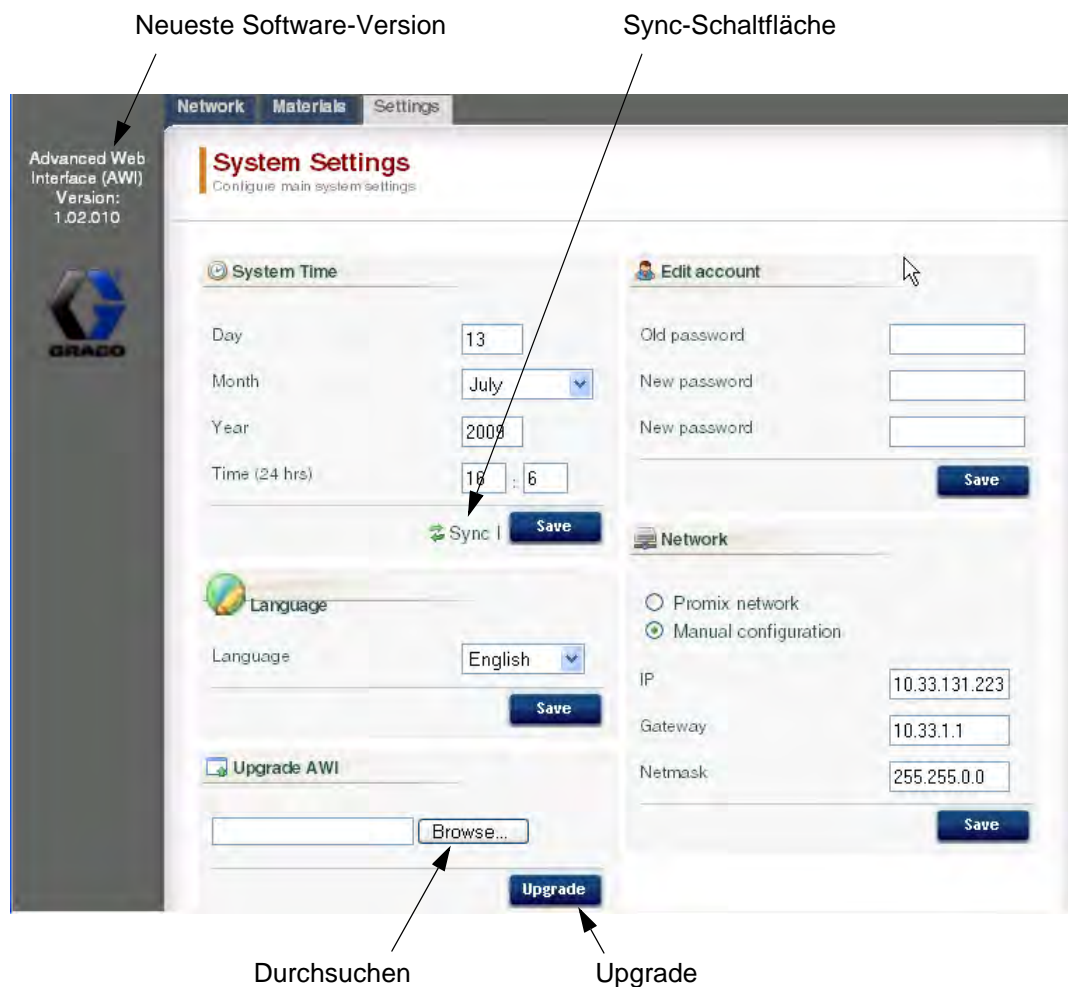
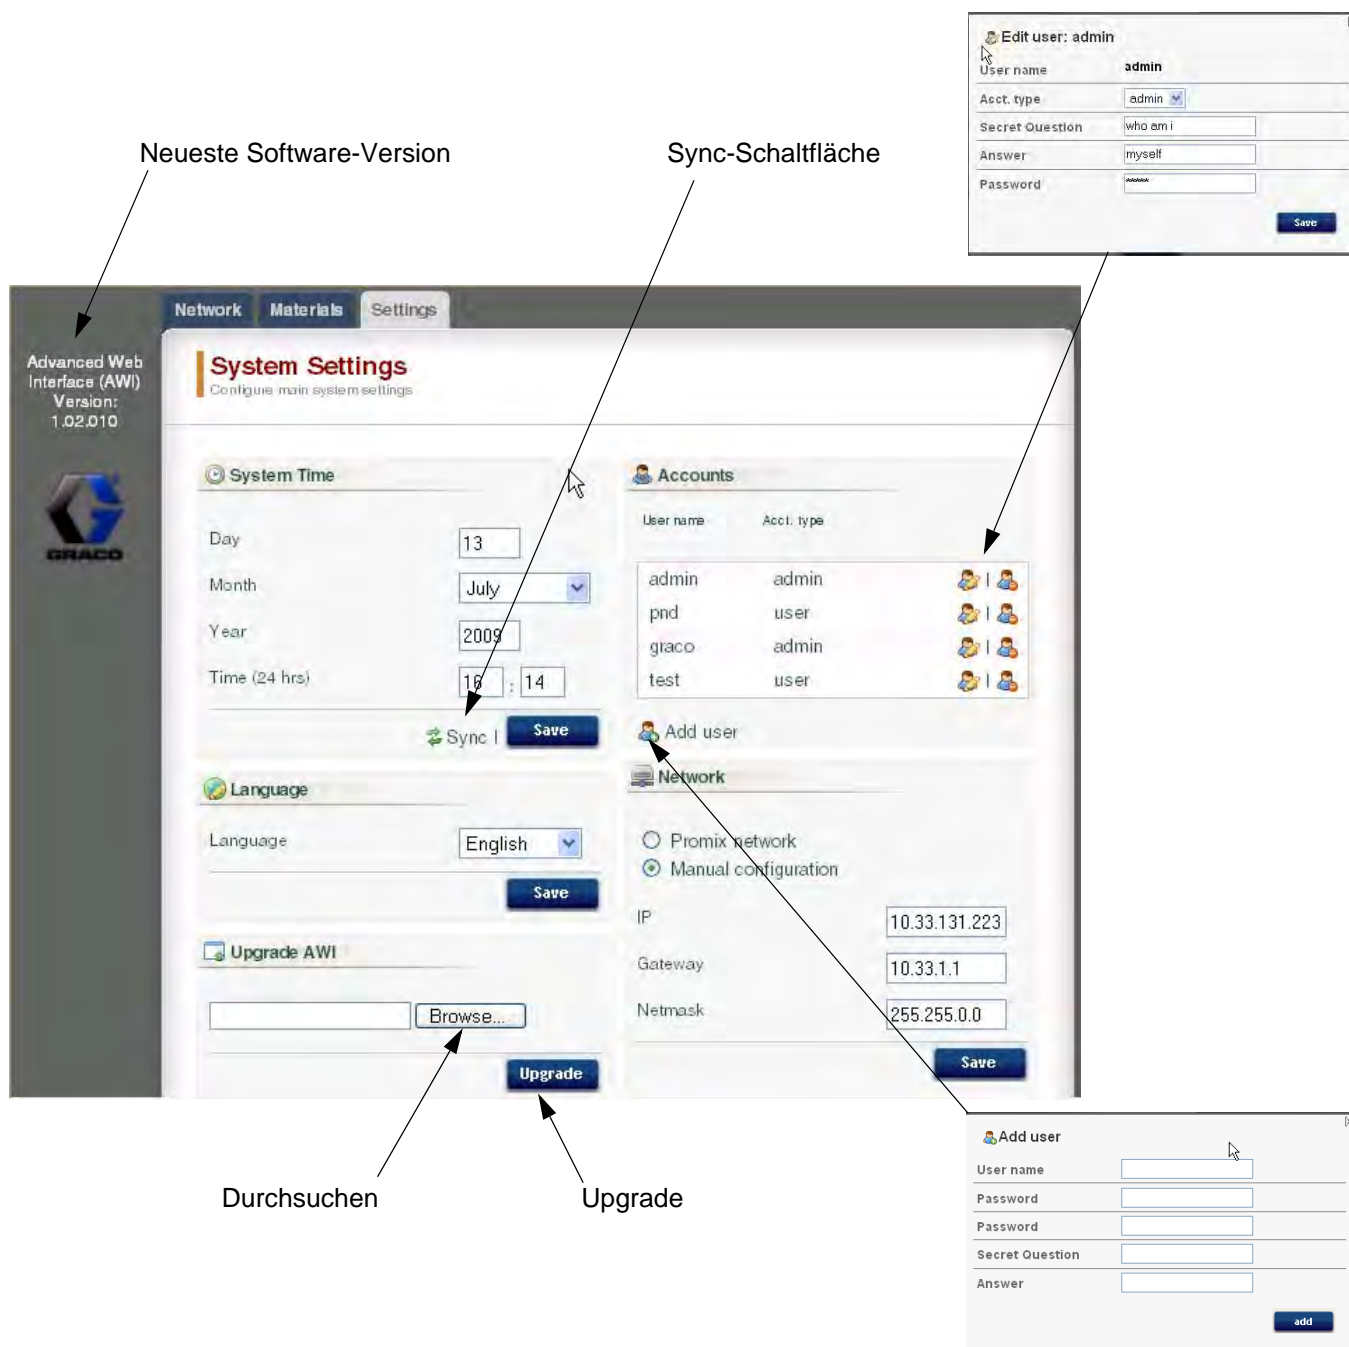

ABB. 51. Registerkarte „Systemeinstellungen“ (gezeigt ist der Benutzerbildschirm)
ABB. 52. Registerkarte „Systemeinstellungen“ (gezeigt ist der Administratorbildschirm)
**HINWEIS:** ABB. 51 zeigt den Einstellungsbildschirm, wenn Sie sich als Benutzer anmelden. ABB. 52 zeigt den Einstellungsbildschirm, wenn Sie sich als Systemadministrator anmelden.
**HINWEIS:** Kontoinformationen können nur von einem Systemadministrator eingegeben werden. Siehe ABB. 52.